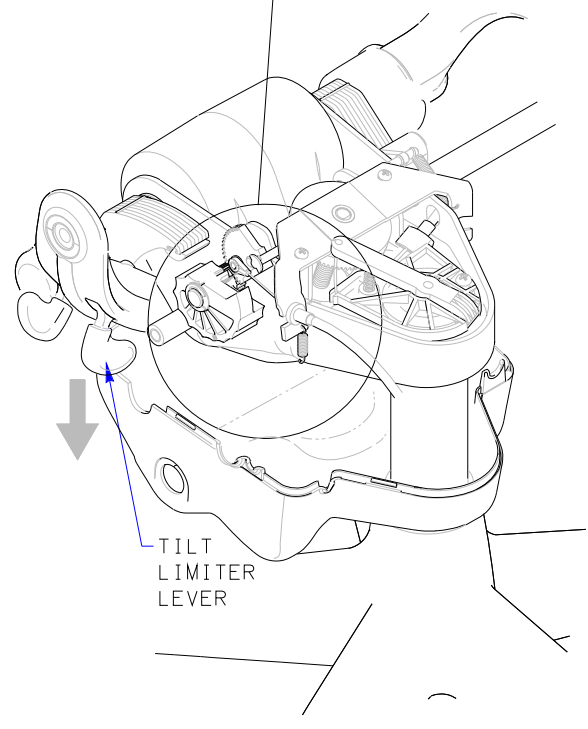

FIGURE 8
5. TILT LIMITER MUST BE IN RELEASED POSITION (TILT LIMITER LEVER ALL THE WAY DOWN). USING SMALL NEEDLE NOSE PLIERS, REMOVE SPRING FROM SECTOR GEAR AND LET HANG DOWN. SEE FIGURE 8.